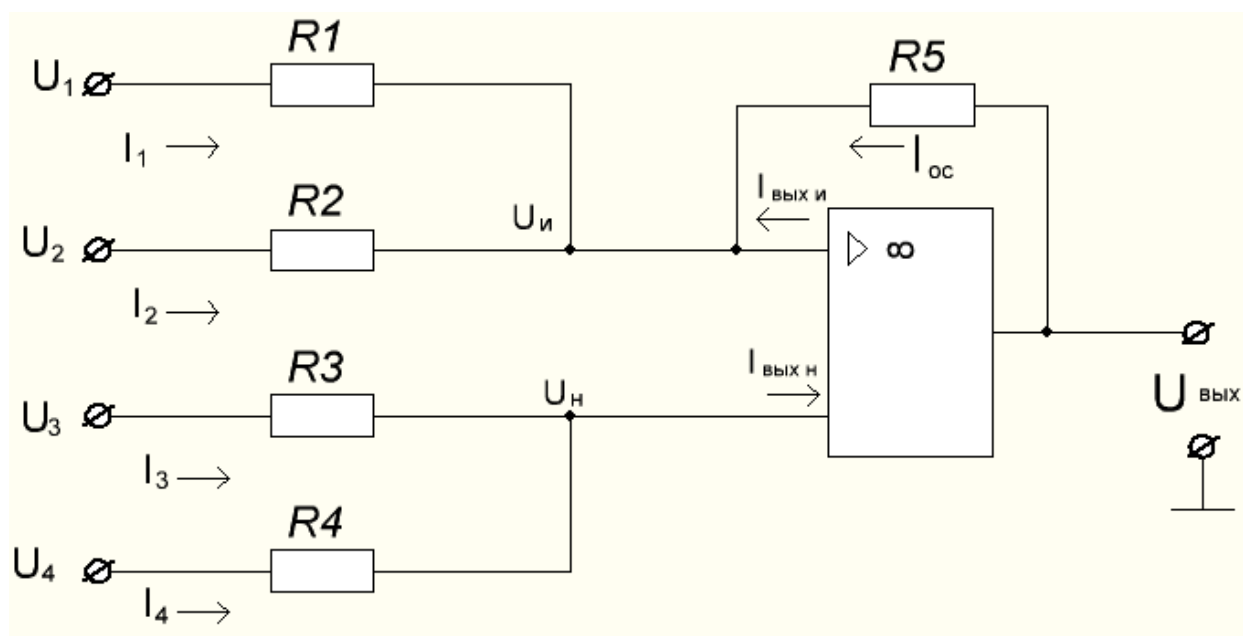

Рисунок 1 - Схема суммирования при подаче сигналов на оба входа ОУ
1. На инвертирующий вход поданы сигналы U_1 , U_2 через резистор R_1, R_2 соответственно. Определить $U_{\text{вых}}$ при заданном значении $R_{\text{ос}}$ (рис.1)